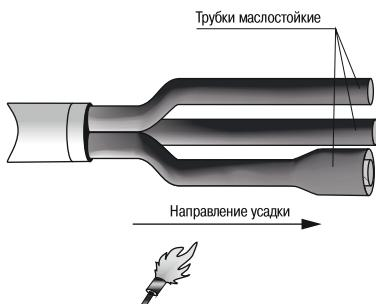

Рисунок 5
4.13 Надеть на жилы кабелей трубы маслостойкие (прозрачные) до упора в «корешок» разделки кабеля. При необходимости обрезать верхнюю часть трубок по длине жилы. Усадить каждую трубку равномерным прогревом пламенем горелки, начиная с «корешка» и далее, двигаясь к концу жилы (рисунок 5).